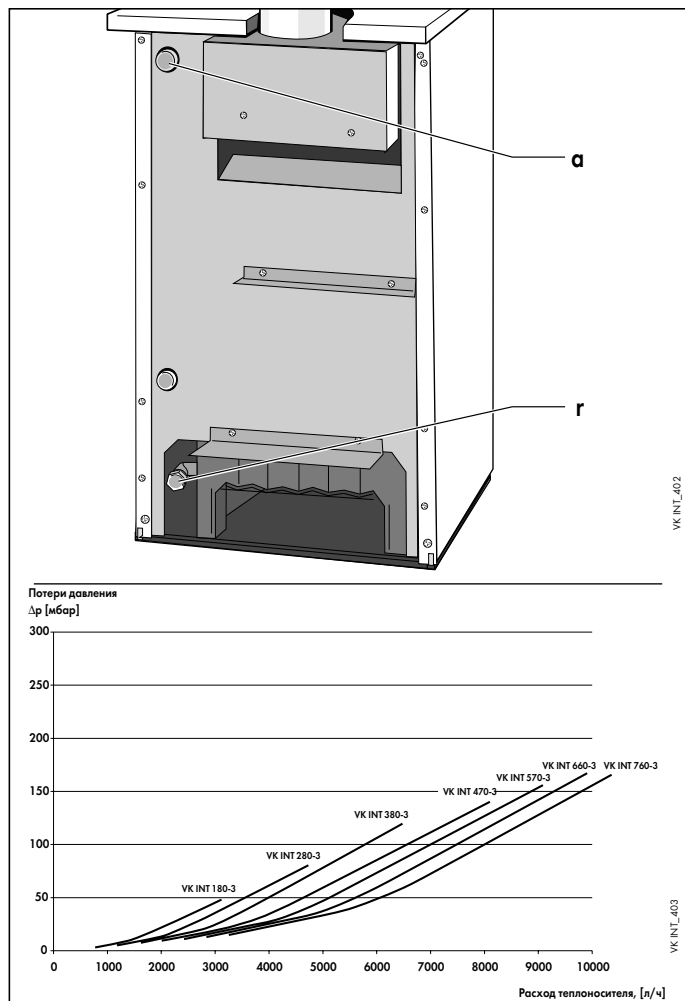

Рис. 4.2 Подключение к системе отопления, гидравлическое сопротивление
- Подающую линию (а) и обратную линию (г) системы отопления подключить к котлу в соответствии с рис. 4.2.